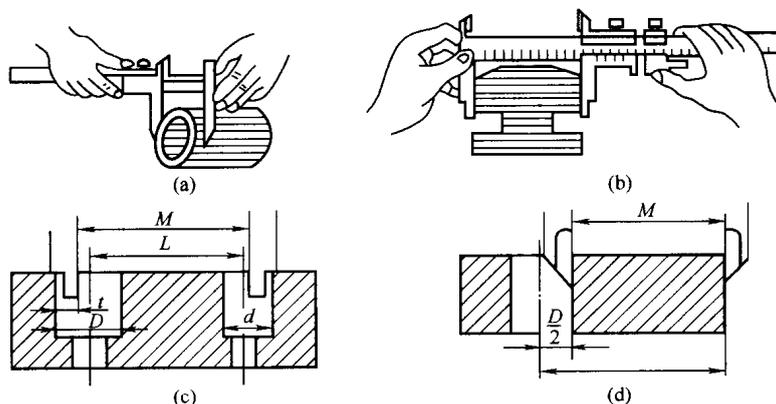

图 1-8 游标卡尺的使用方法
(2) 游标卡尺的使用方法 如图 1-8 (a) 和图 1-8 (b) 所示为用游标卡尺测量外径和宽度的方法。如图 1-8 (c) 所示为测量工件孔距的方法，必须注意，这时卡尺上读出来的尺寸应加上两量爪的宽度，两孔中心距应为： $L = M + 2t - (D + d)/2$ 。
如图 1-8 (d) 所示为测量孔中心与平面的距离，卡尺上读出来的尺寸应加上孔的半径。